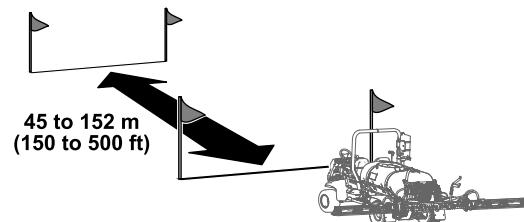
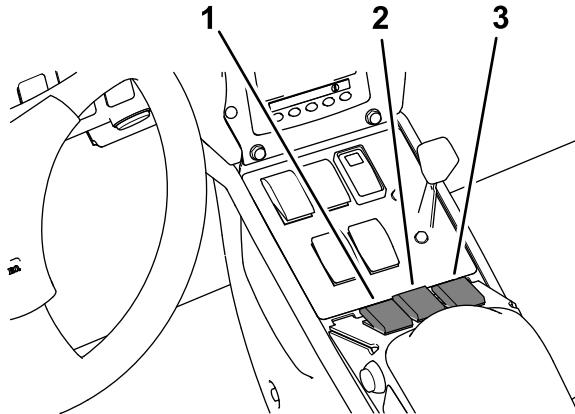

図 63
図 66
5. テスト場所ターフ上にスタートラインを引く図 63。
3. インフォセンターのボタン 2 を押し、ゴールラインまで車両を運転する図 66と図 63)。